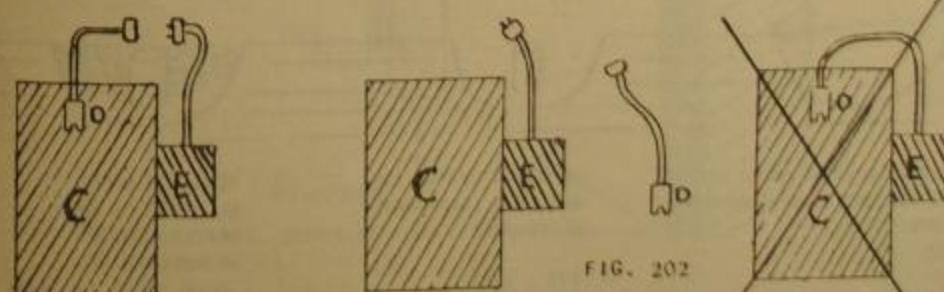

FIG. 202
b) Mecanismo eléctrico: aquí, el mecanismo consiste en una fuente de energía eléctrica con un interruptor (que puede ser un reloj, un timer, etc.), está unido al detonante por los conductores (cables). Antes de ser accionado esta unión debe estar interrumpida. Quiere decir que, salvo que se haya procedido incorrectamente, el cañón en cuestión (no lo hemos podido colocar por ej.) no tiene conectado el detonante (eléctrico en este caso) al mecanismo. El desarme entonces es sencillo, y consiste en quitar el detonante con sus terminales de la carga. En consecuencia, jamás debemos aceptar que se nos entregue un cañón con esta conexión hecha, porque el desarme en estos casos es peligroso. Fig. 202